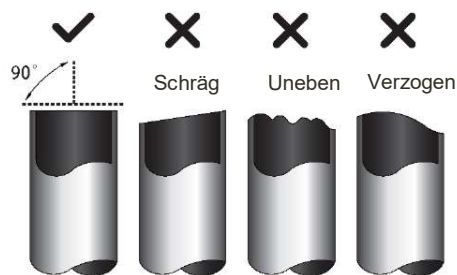

Abb. 7.1
1. Das Rohr muss in einem perfekten 90° Winkel geschnitten werden. Siehe Abb. 7.1 für Beispiele schlechter Schnitte